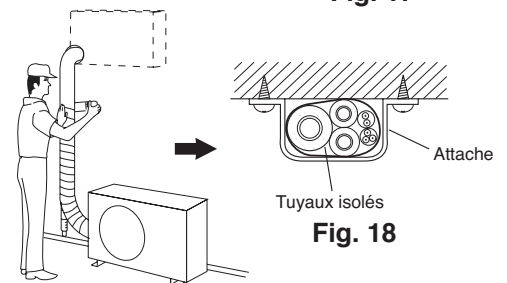

Fig. 18
- Procédez à l'enroulement de la bande en commençant au bas de l'appareil extérieur pour le terminer en haut de la tuyauterie là où elle entre dans le mur. Lorsque vous appliquez la bande, chaque tour de bande doit recouvrir la moitié du tour précédent (Fig. 18).